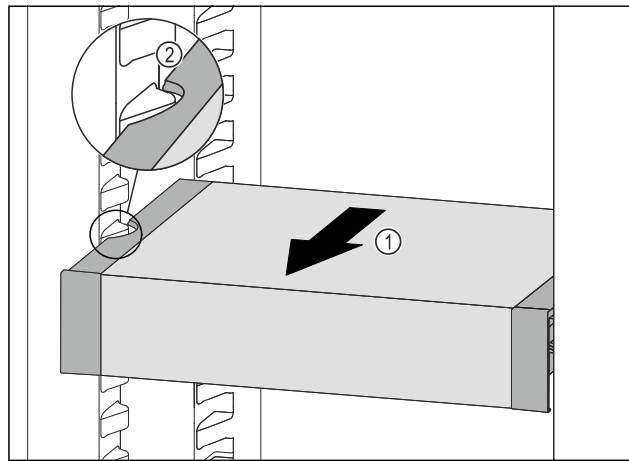

Fig. 88
- ▶ Изтеглете VarioSafe напред Fig. 88 (1), докато страничните прорези на VarioSafe се намират на височината на реброто на съда в хладилната част. Fig. 88 (2)